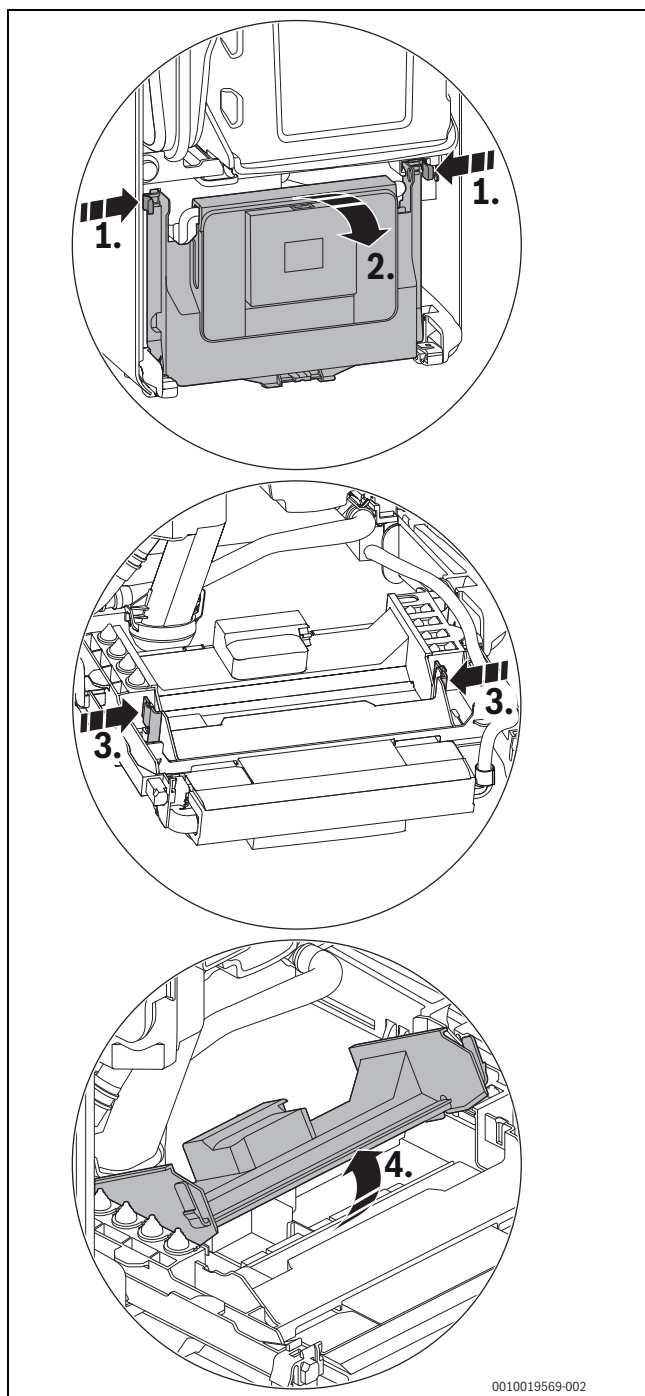

Bild 89 Abdeckung öffnen
- Steuergerät herunterklappen (→ Bild 89, Seite 49).